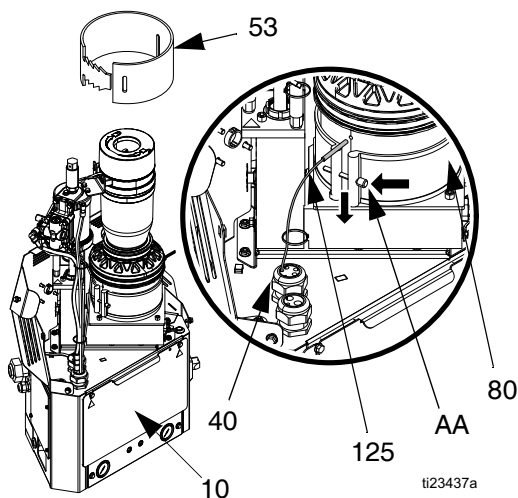

Fig. 40
Demontering (se Fig. 40):
6. Ta bort smältarisolatorn av tyg (53).
7. Lossa skruven (AA) och ta sedan bort sensorn (125).
9. Koppla från temperatursensorkabeln från MZLP-anlutningen som är märkt J5. Se Fig. 40.
Återmontering (se Fig. 40):